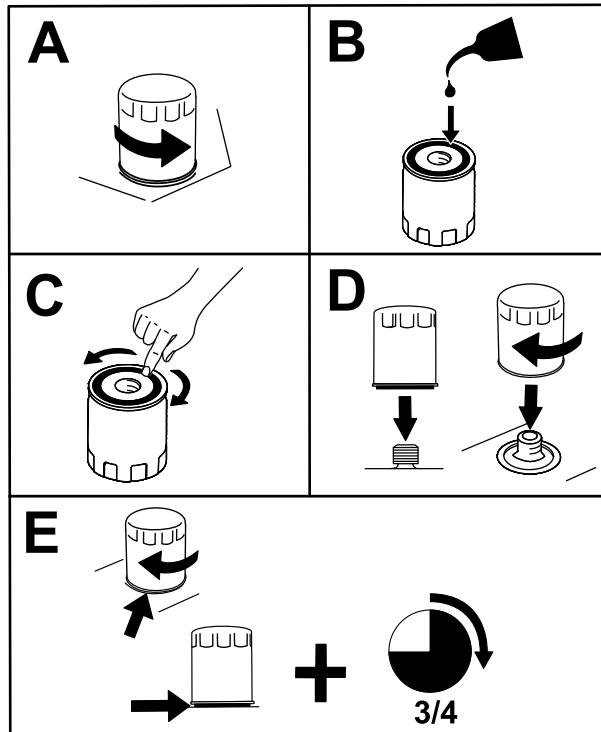

Figura 35
- Sustituya el filtro de aceite del motor (Figura 35).